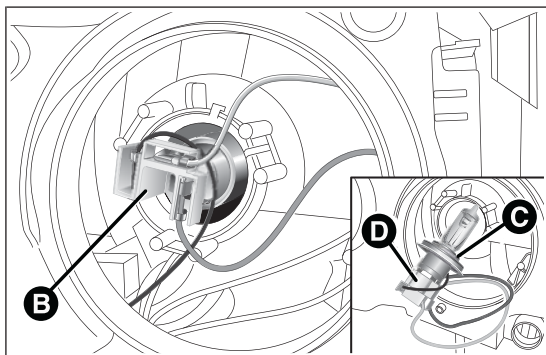

fig. 127
- tourner dans le sens inverse des aiguilles d'une montre l'ensemble connecteur + le groupe de douille B fig. 127 ;